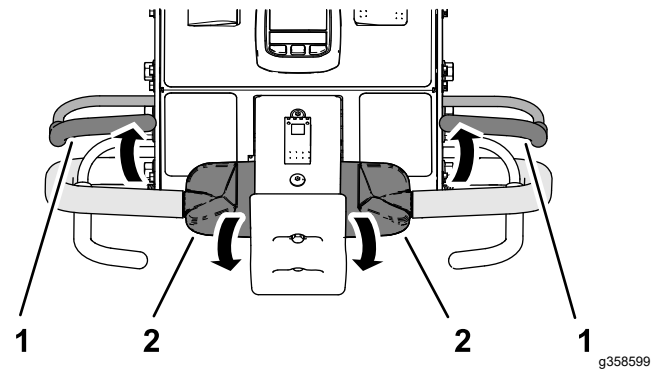

図 34
3. 走行コントロールを保持したまま、オペレータベイルを解除する図 34。